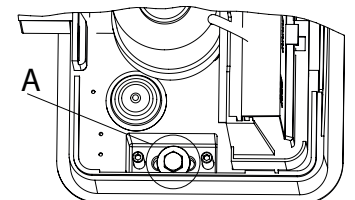

Fig. 6B
- Coloque el motorreductor respetando las medidas indicadas en la Fig. 3. Apoye el motorreductor en la placa, de forma que el mismo esté en posición de trabajo, coloque las arandelas en los tornillos de fijación M8x50 (ref. A Fig. 6B) y apriete solo unas vueltas sin llegar al tope.